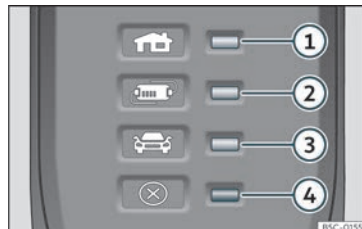

Fig. 208 No cable de carga para tomas de corrente: Indicadores de control no dispositivo de protección.
»» **fig. 208:**
»» **fig. 208** fai que o conector de carga permaneza sen corrente ata que se enchufa na toma de carga do vehículo.
Un ou varios indicadores de control >>> **fig. 208** ①, ② ou ③ ilúminanse en verde.
Indicación >>> fig. 208	Significado
Se o indicador de advertencia ④ vermello escintila ou se acende sen que se ilumine á súa vez de xeito permanente un indicador de control>>> **fig. 208** ①, ② ou ③ o indicador de funcionamento, hai unha avaría.